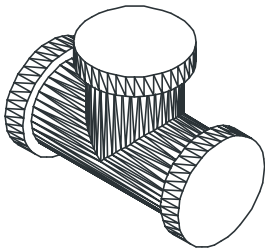

图 10-1-3
STEP 03 用 CYLINDER 命令绘制另一圆柱, 如图 10-1-3 所示。